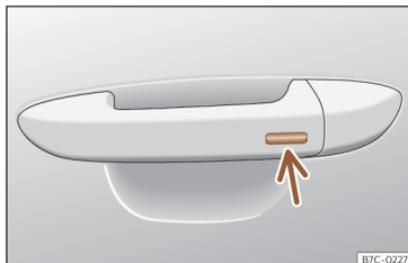

Fig. 86 Poignée de porte : surface sensible.
- Appuyez un doigt pendant quelques secondes sur la surface sensible de verrouillage >>> fig. 86 (flèche) de la poignée de porte jusqu'à ce que le toit ouvrant se ferme. Si vous cessez de toucher la surface sensible, la fonction d'ouverture/fermeture s'interrompt.